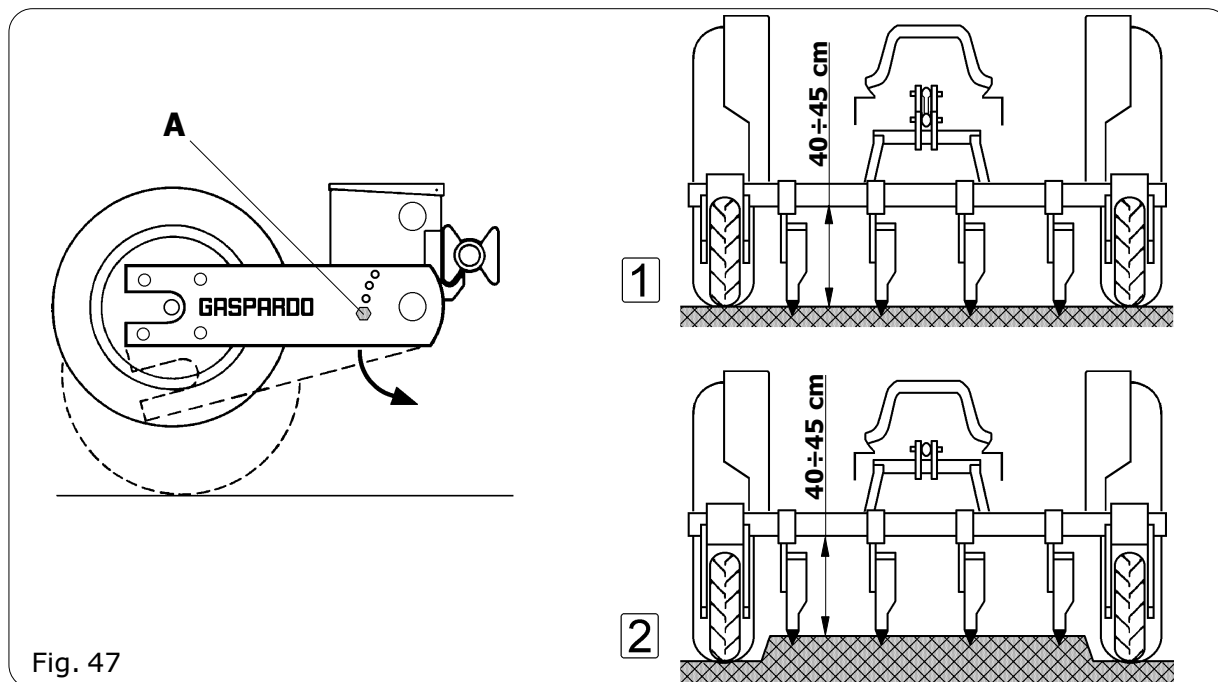

Fig. 47
- Sfilare la vite (A, fig.47);
- *unthread the screw (A, fig.47);*
- Die Schraube (A - Abb.47) des Radtragers herausziehen;
- *Deserrez la vis (A - Fig.47) de le support;*
- *Remontez et serrez la vis (A).*
- sacar el tornillo (A - fig.47);